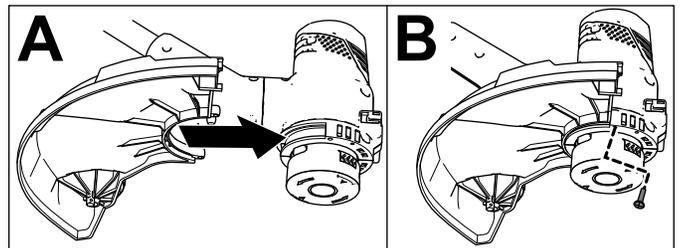

Figura 4
1. Retire los 2 tornillos Phillips que están sujetos con cinta al protector y coloque el protector en la base de la desbrozadora (Figura 4, A).
2. Sujete el protector en la base de la desbrozadora con los 2 tornillos Phillips (Figura 4, B).